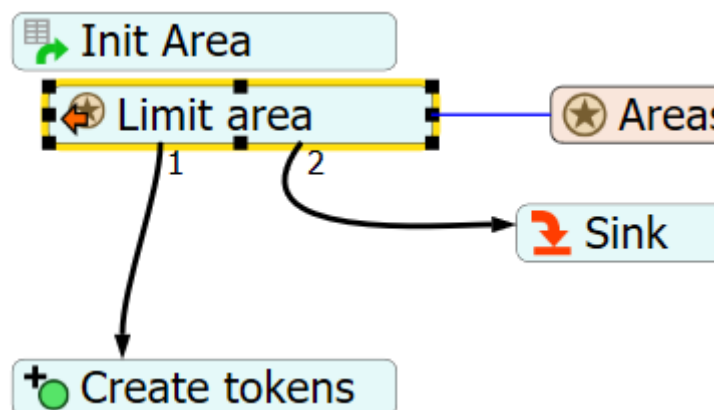

Figura 37- Conexão de portas
No process flow: Ligue o decide primero no Create tokens(1) e depois no Sink(2) como mostra a Figura 37.